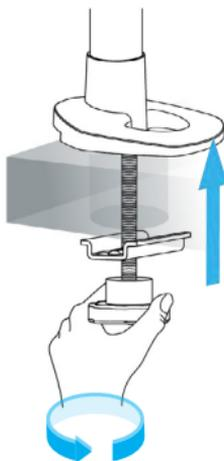

Figure 7
4. Insérer la **Poignée** dans le **Trou du Passe-Fil** et dans la **Base du Mât**. Tournez la **Poignée** pour la **Serrer**. (Figure 7)